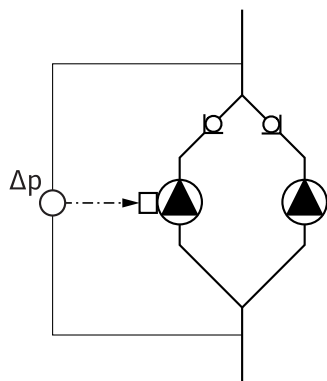

Fig. 13: Primer, priključitev senzorja
- V primeru na Fig. 13 je glavna črpalka v smeri toka leve črpalke. Na tej črpalci priključite senzor diferenčnega tlaka.
Merilna točka senzorja diferenčnega tlaka glavne črpalke mora biti v vsaki zbirni cevi na sesalni in tlačni strani dvojne prečrpovalne naprave (Fig. 13).